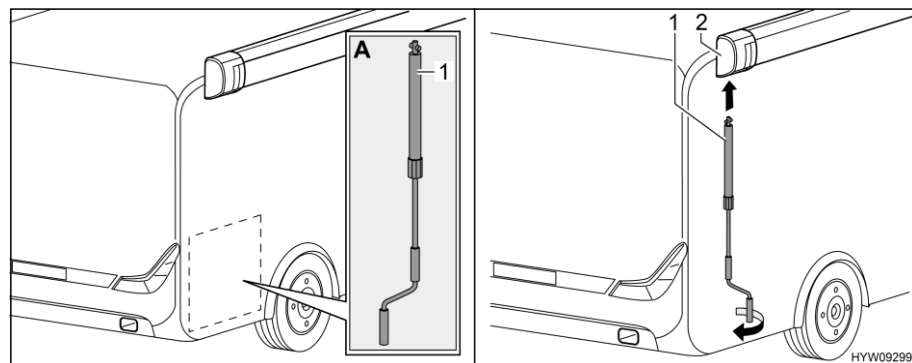

Bild 49 Kurbel anbringen
- Kurbel (Bild 49,1) aus Heckgarage nehmen (Bild 49,A).
- Kurbel in Bajonettfassung (Bild 49,2) der Markise stecken.